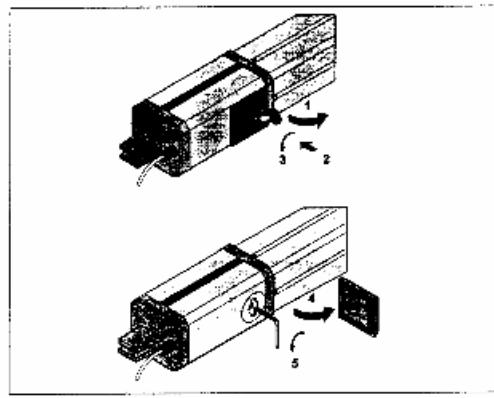
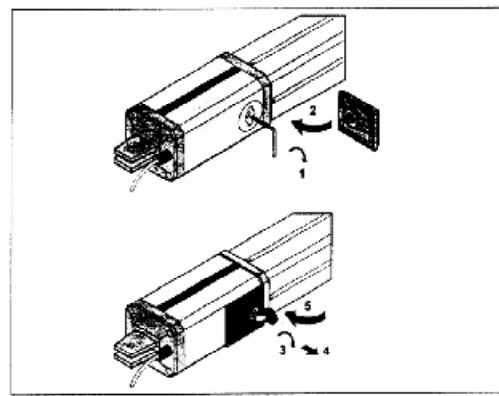

Рис. 3 Ручная разблокировка привода.
Рис. 4 Ручная блокировка привода.
При установке привода, при пропадании напряжения питания, для перемещения ворот вручную, необходимо разблокировать приводы: - повернуть ключ из комплекта против часовой стрелки и снять крышку, вставить шестигранный ключ и повернуть его против часовой стрелке до упора рис. 3. Блокировка привода осуществляется в обратном порядке рис. 4. В рабочем состоянии приводы должны быть **заблокированы**.
- разблокируйте привод как показано на рис. 3;